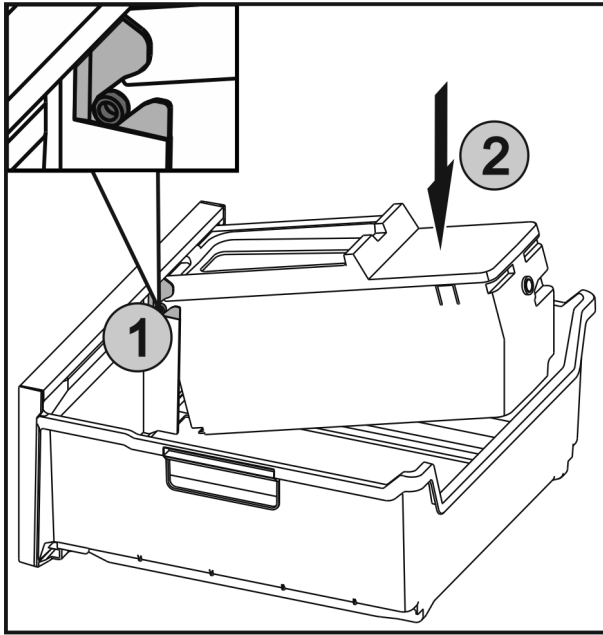

Fig. 59
- ▶ Gredi Fig. 59 (1) predala EasyTwist-Ice vstavite v vodila in zadnjo stran Fig. 59 (2) pritisnite, tako da se spona zaskoči.